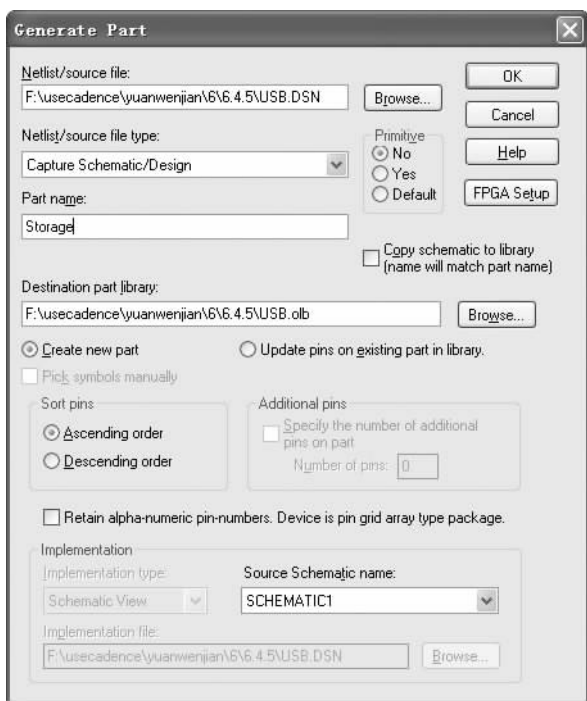

图 6-262 “Generate Part（生成图表符元件）”对话框
3) 选中图样文件“Storage”，选择菜单栏中的“Tools（工具）”→“Generate Part（生成图表符元件）”命令，弹出如图 6-262 所示的“Generate Part（生成图表符元件）”对话框，在“Part name（元件名称）”文本框中输入层次块名称 Storage，其余选项选择默认，单击 按钮，完成层次块设置。